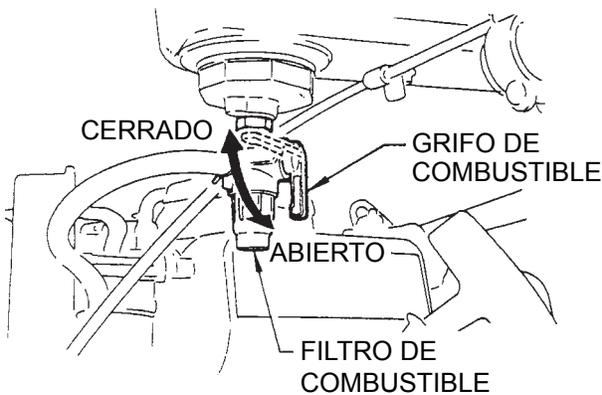

Figura 6. Grifo de combustible
1. Para abrir la válvula de corte de combustible, mueva la palanca del grifo de combustible a la posición abierta (Figura 6) y luego coloque el interruptor de **ARRANQUE/PARADA** del motor en la posición de **ARRANQUE**.